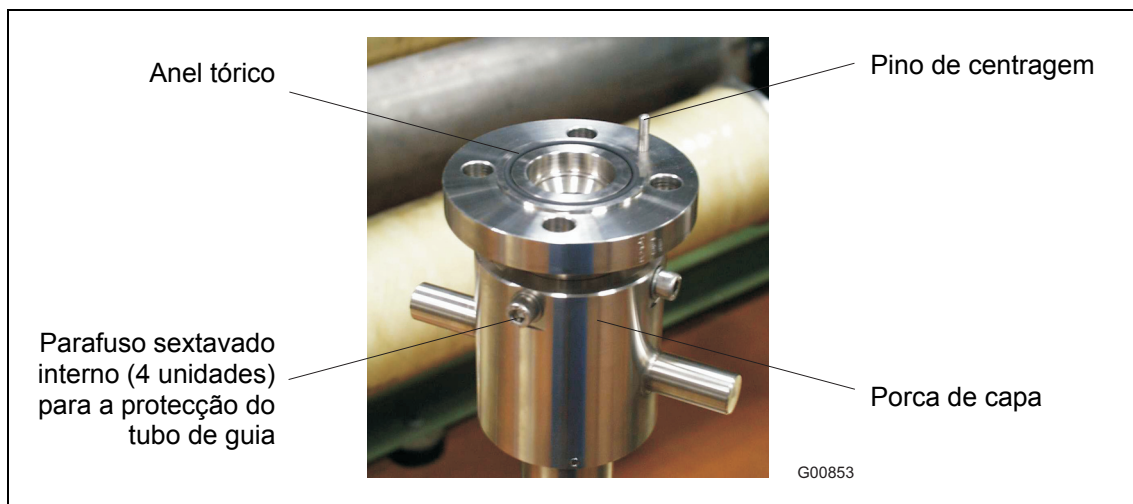

Fig. 10
- Colocar o anel tórico (55 x 3 mm [2,16 x 0,12 inch]) na respectiva ranhura (Fig. 10). O anel tórico e os parafusos fazem parte do volume de fornecimento.